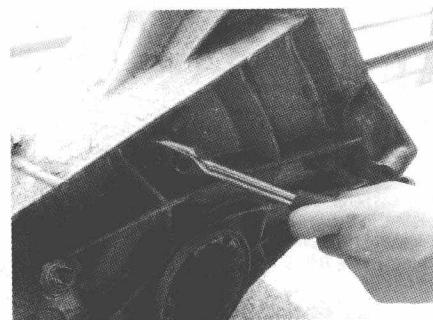

图 1-26 旋紧螺栓，锁住分离轴承叉轴
8) 在变速器后面旋紧螺栓，将分离轴承叉轴锁住，检查并确认分离叉轴能灵活转动，但不能轴向移动，如图 1-26 所示。